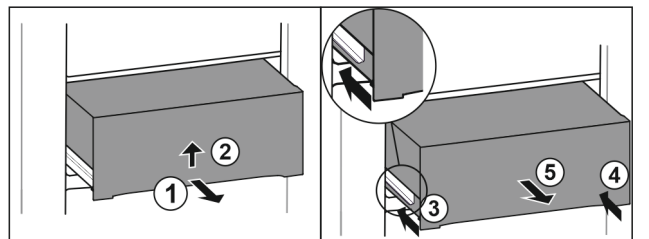

Fig. 40
- ▶ 将抽屉拉出一半。 Fig. 40 (1)
- ▶ 从底部抬起抽屉。 Fig. 40 (2)
- ▶ 推入左侧轨道。 Fig. 40 (3)
- ▶ 推入右侧轨道。 Fig. 40 (4)
- ▶ 朝前取出抽屉。 Fig. 40 (5)